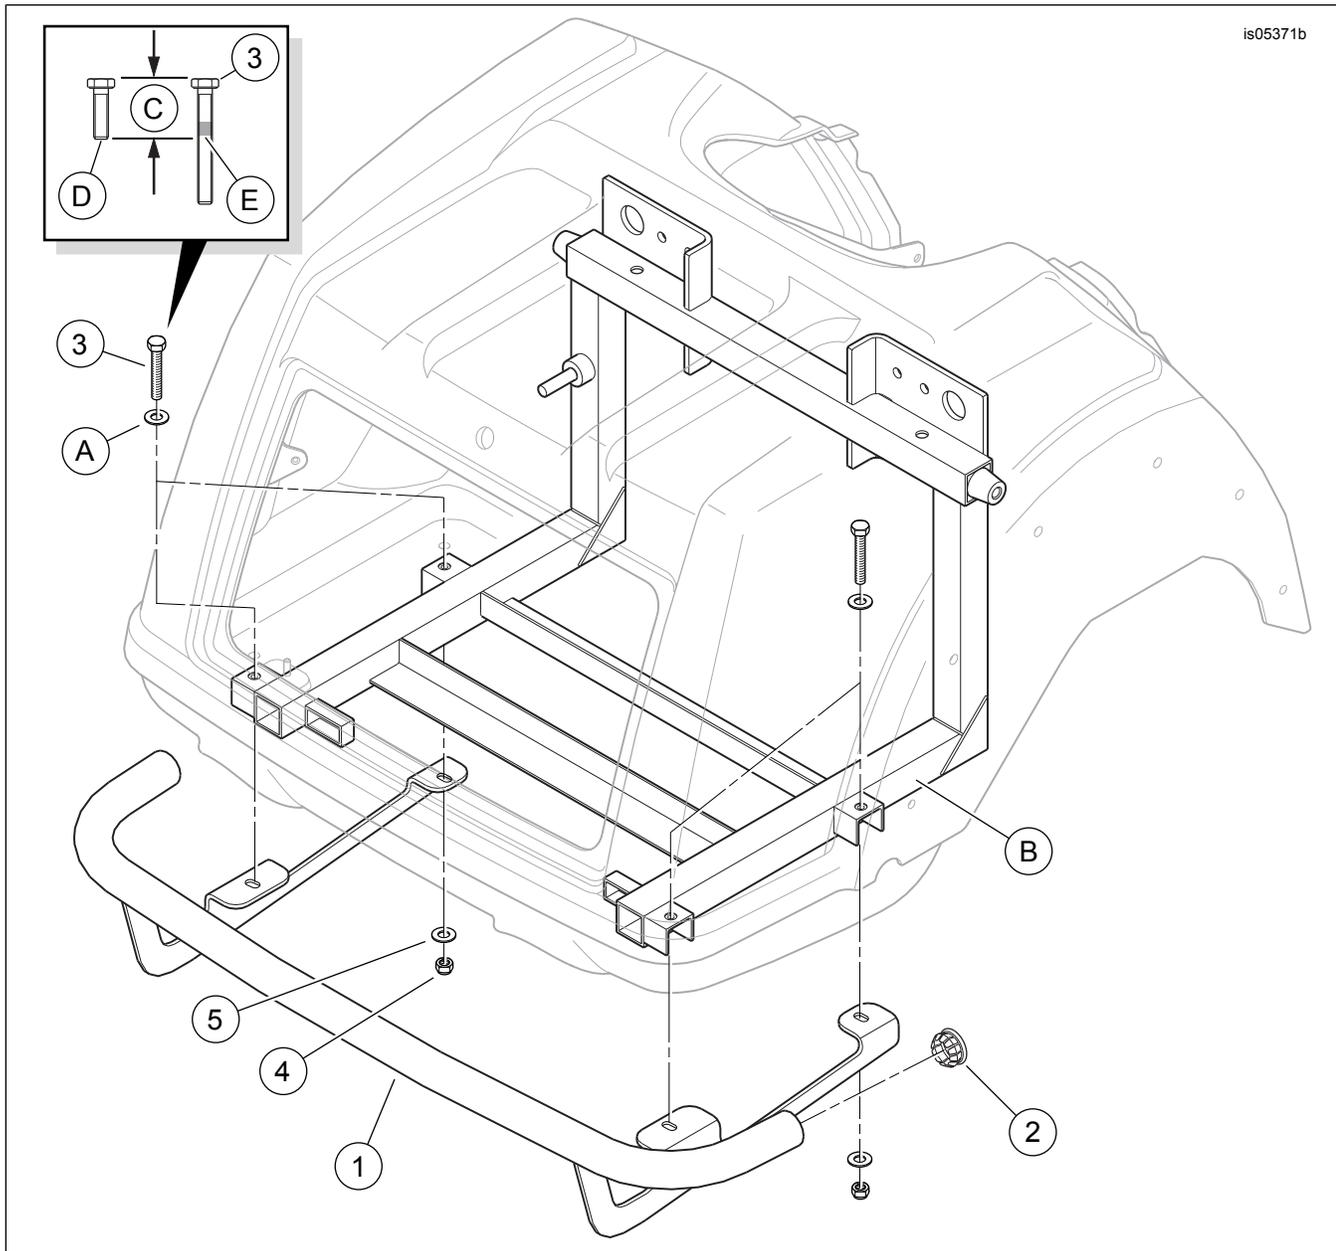

Figura 1. Peças de reposição: Kit de Proteção Traseira Cromada da Trike
Veja Figura 1 e Tabela 1.
2. Veja Figura 1. Localize quatro parafusos com arruelas (A) no fundo do compartimento do baú que prendem a carroceria à parte de trás do quadro. Deixando a arruela no lugar, remova um dos parafusos. Reserve o parafuso para a etapa 3, em seguida, descarte.
3. Veja a figura 1. Aplique uma pequena quantidade do veda-rosca no parafuso (3).